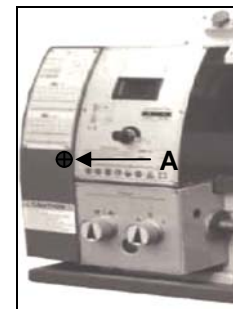

Abb. 17
Lösen Sie die Befestigungsschraube an der Vorderseite des Spindelstocks (A, Abb. 17) und schwenken Sie die Schutzabdeckung zur Seite.
2. Lösen Sie die Befestigungsschraube an der Vorderseite des Spindelstocks (A, wie in Abb. 17) und schwenken Sie die Schutzabdeckung zur Seite.